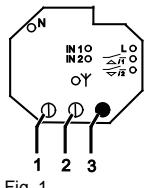

Fig. 1
Bryteraktuator LED + programmeringstast (fig. 1 pos. 3):
Kopplingsmanöverdon LED + programmeringstast (bild 1 pos. 3):